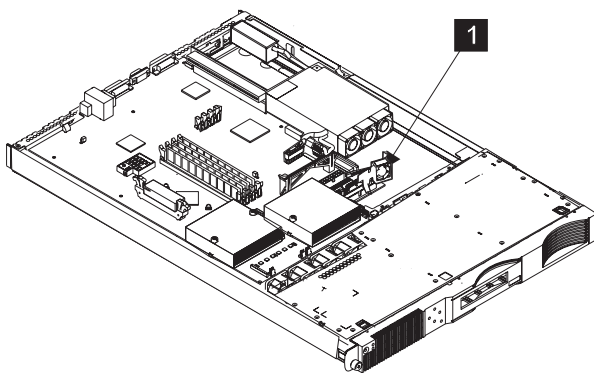

図95. SAN ボリューム・コントローラー 2145-4F2 ディスク・ドライブ・ファンの取り外し
5. ディスク・ドライブ・ファンの右側を前方にスライドさせて、ファン・アセンブリー **1** 全体を取り外します。次にアセンブリーをクリップから引き離します。362 ページの図 95 を参照してください。